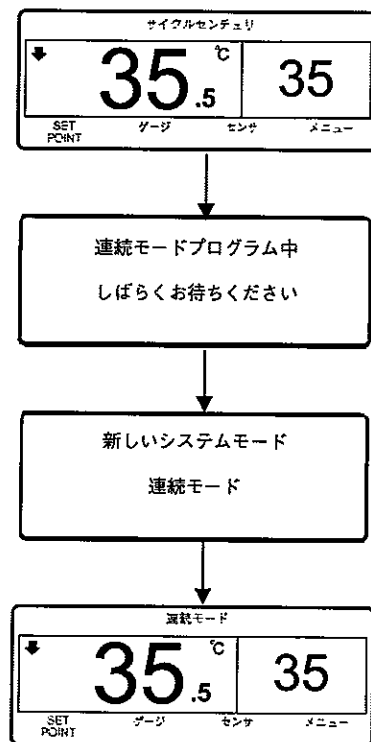
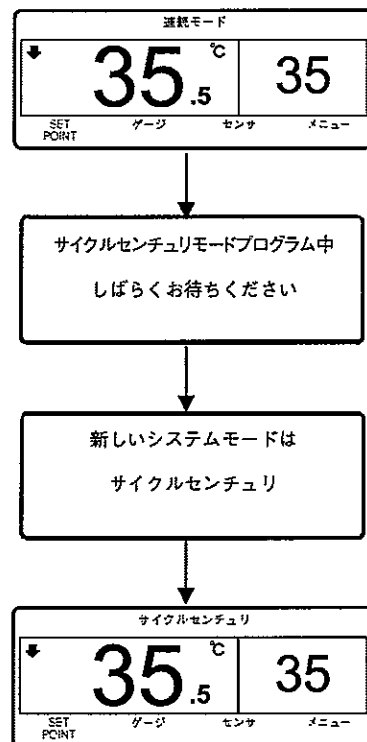

図26 : サイクルセンチュリ・モードから連続モードに変更するスクリーン・シーケンス
図27：連続モードからサイクルセンチュリ・モードに変更するスクリーン・シーケンス
2. 「連続モード・プログラミング」または「サイクルセンチュリ・プログラミング」スクリーンが一時的に現われます。図26と図27を参照してください。
3. 「新しいモードは連続モードです」または「新しいモードはサイクルセンチュリです」のスクリーンが一時的に現われます。図26と図27を参照してください。
4. 標準ディスプレイは現われ、スクリーン上端に新しいモードを表示します。図26と図27を参照してください。